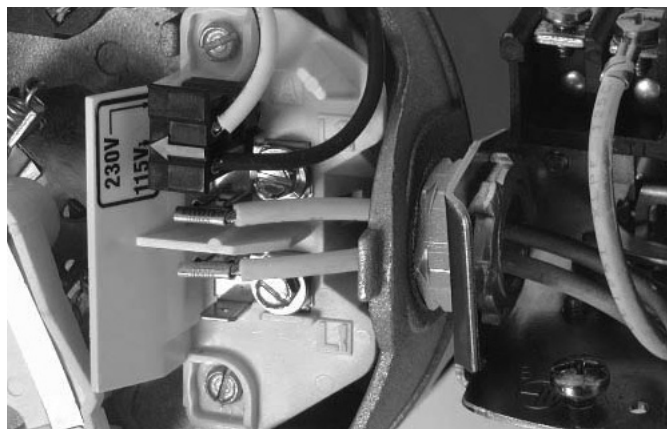

Figure 7 : Tension réglée à 115 volts sur sélecteur à fiche
3. Déplacer la fiche sur le courant de 115 volts. Sur cette position, la fiche couvre 2 pattes métalliques et la flèche sur la prise est alignée sur la flèche **115V** de l'étiquette (figure 7).